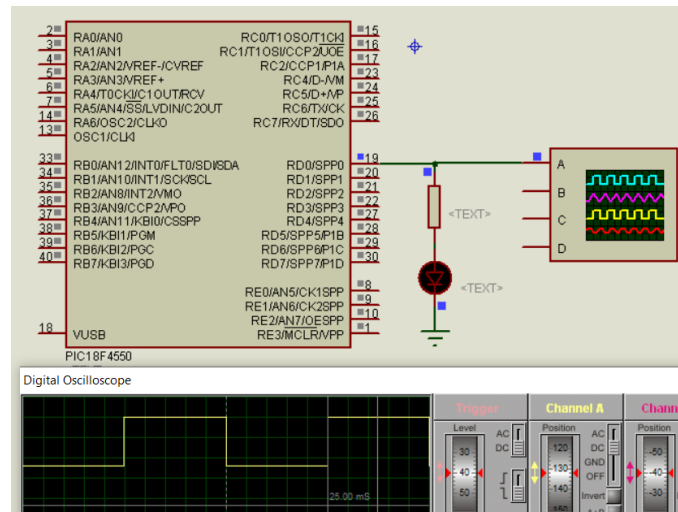

Figura 2: Led do pino RD0 piscando
2. A Figura 2 deve ser usada para resolver os itens (d) e (e).